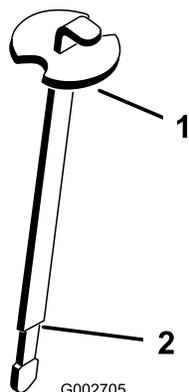

図 16
3. 補給口の首からディップスティック・キャップ ( ) を抜き、ウェスできれいに拭く。もう一度首に差し込んで引き抜き、オイルの量を点検する。マーク位置 (ディップスティックのくびれている所) まであればよい (図 16)。